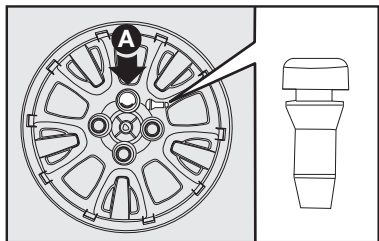

fig. 9
8) Colocar a calota cuidando para que o símbolo , na parte interna, fique em correspondência com a válvula, e dessa maneira o furo maior da calota **A-fig. 9** passe pelo parafuso já fixado.